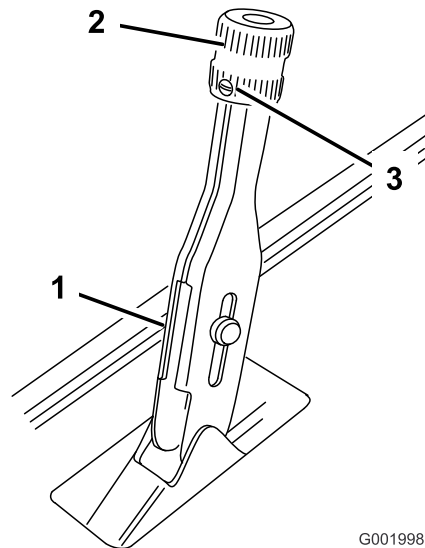

図 63
1. ブレーキ・レバーに調整ノブを固定している固定ネジをゆるめる(図 63)。